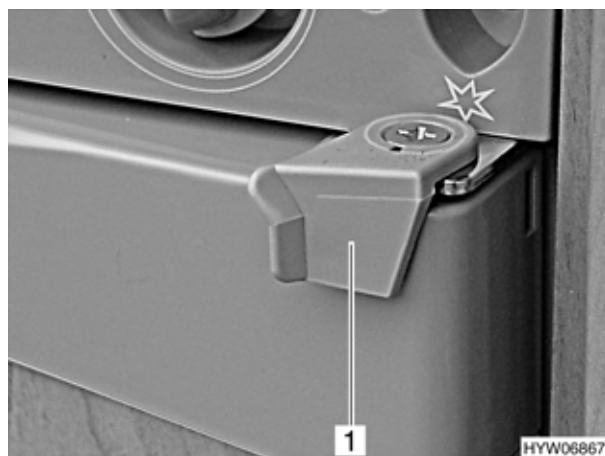

Fig. 159 Bloccaggio della porta del frigorifero, chiusa (variante 1)
- Girare il bloccaggio (Fig. 159,1) verso l'esterno.